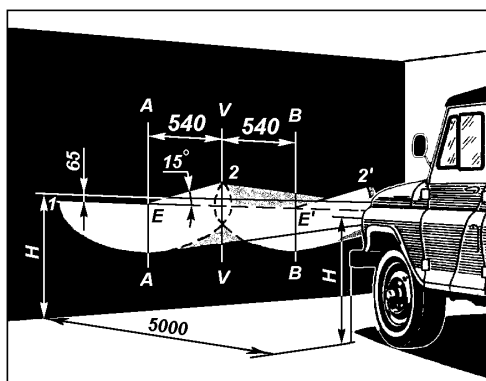

Рис. 9.45. Разметка экрана для регулировки фар:
1. Установите полностью заправленный и снаряженный автомобиль с нормальным давлением воздуха в шинах и нагруженным сиденьем водителя 750 Н (75 кгс) на ровной горизонтальной площадке на расстоянии 5 м от экрана со специальной разметкой (рис. 9.45).